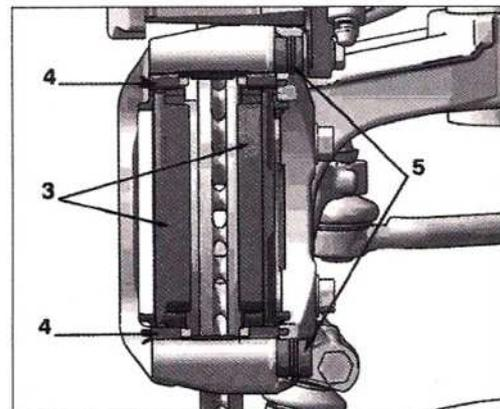

FIG. 2
- Desmontar el tornillo (1).
- Pivotar la pinza (2) hacia arriba.
- Desmontar las pastillas de freno (3) (Fig.2).